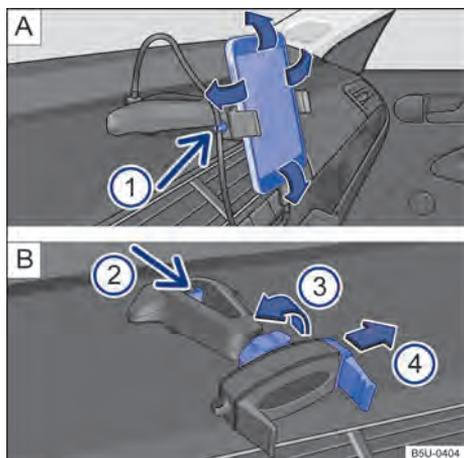

Fig. 225 En la consola central: soporte para smartphone y ajustes.
- Sujetar el soporte con una mano y presionar la tecla de desbloqueo → fig. 225 B (flecha).
- Con la varilla → fig. 225 B mover en la dirección de la flecha e instalar el smartphone en el alojamiento.
- Con la otra mano mover la varilla → fig. 225 B hasta que se pueda retirar el aparato del alojamiento.
- Colocar el cable USB en la entrada del cargador USB del soporte existente en el panel de instrumentos → fig. 225 A.
- Sujetar el cable en el soporte → fig. 225 A .
- Para liberar el movimiento del soporte, girar la traba → fig. 225 B en la dirección opuesta de la flecha.
- Para fijar la posición, girar la traba en el sentido de la flecha → fig. 225 B hasta la fijación completa del soporte.
ⓘ El soporte para smartphone tiene una garantía de 3 años, con excepción de la varilla deslizante (garra) → fig. 225 [B] ④ que tiene garantía de 1 año.